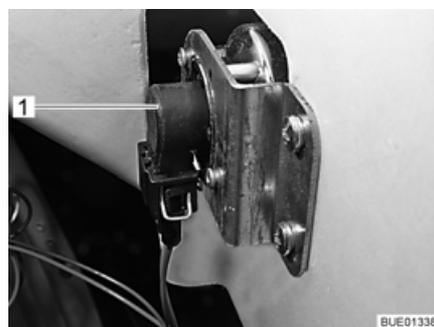

Fig. 217 Intermitente
- Meter la mano detrás del portalámparas (Fig. 217,1).